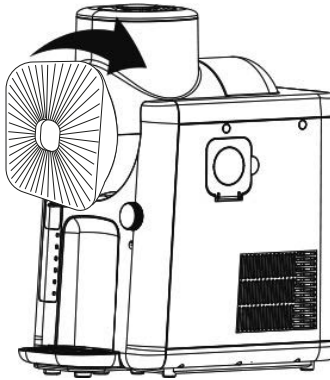

bild 3
9. Placera blandningsbehållaren på mixern och lås den genom att vrida den medurs (bild 3).